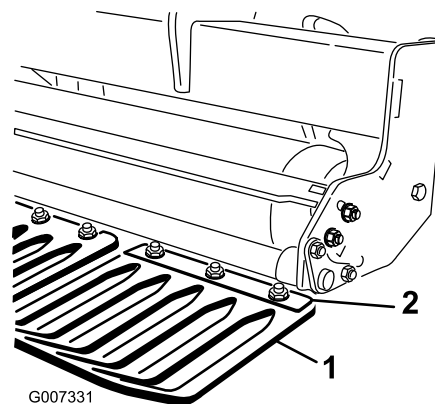

Bild 17
1. Lockern Sie die Muttern, mit denen die Klemmen der Rasenschutzvorrichtung an der Werkzeugeiste der Rasenschutzvorrichtung befestigt sind (Bild 17).